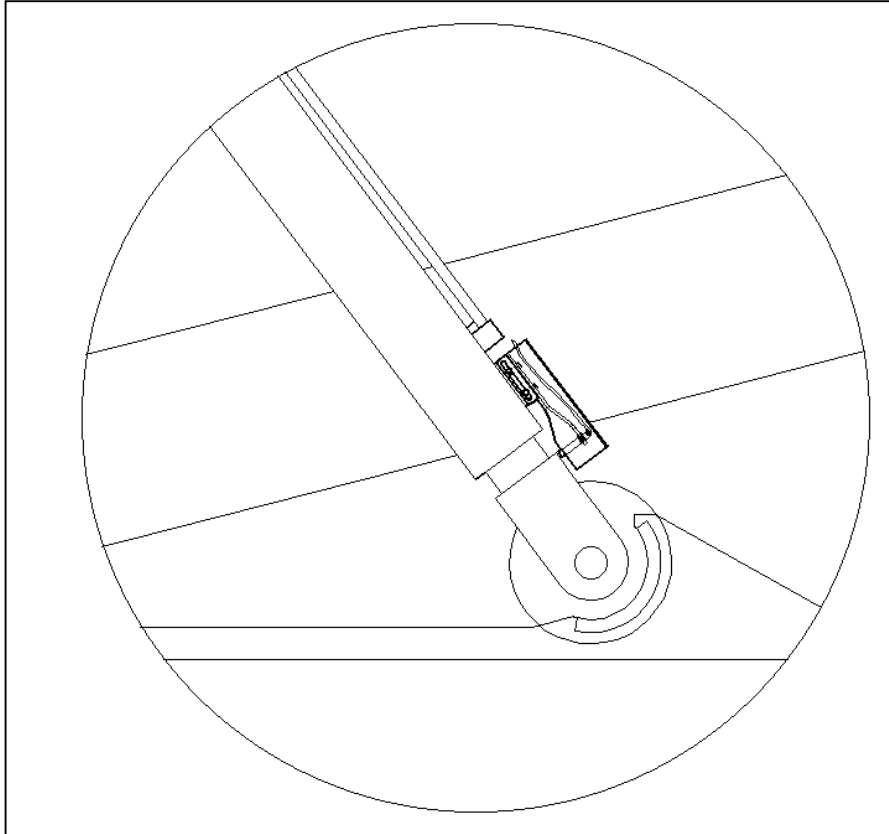

图 2.17.2
2.17.2 连接主臂防倾油缸的电路电缆及调整油缸限位开关的行程（图 2.17.2）